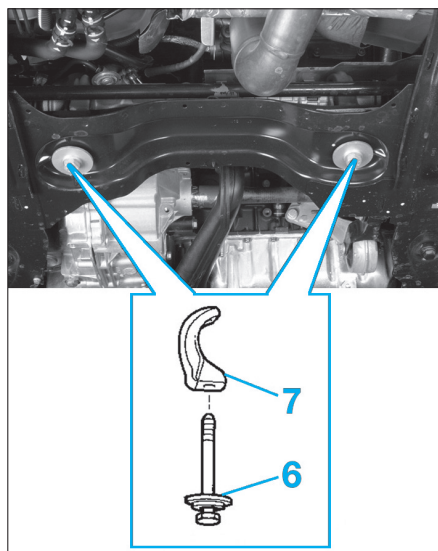

Fig. 4
- Déposer les vis de fixation (6) du boîtier de direction sur le berceau (Fig.4) et récupérer le dispositif de fixation (7).